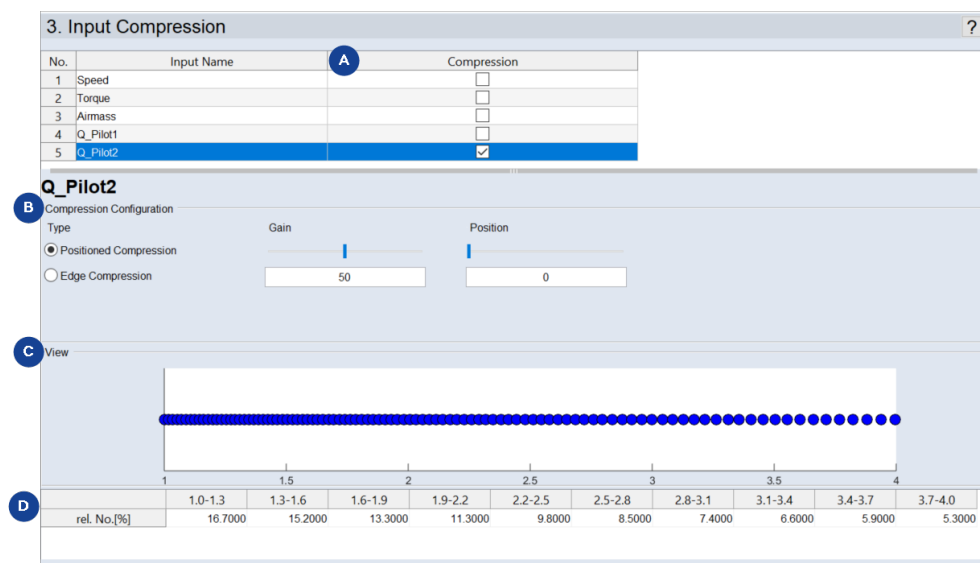

図6-4: ASCMO-DYNAMIC ExpeDes ステップ3 : 入力の圧縮 ("Positioned Compression" タイプ)
1. **Compression** 列で、圧縮したい入力のチェックボックスを選択します (図6-4: 上記のA)。
"Compression Configuration" 領域 (図6-4: 上記のB) で、圧縮のタイプと方向を指定します。圧縮のタイプは2種類から選択できます。
View 領域 (図6-4: 上記のCとD) には測定ポイントの位置がグラフィカルに表示され、設定された圧縮のようすがわかります。その下には、圧縮の結果得られた各区間の測定値数 (**rel. Size in %**) が一覧表示されます。